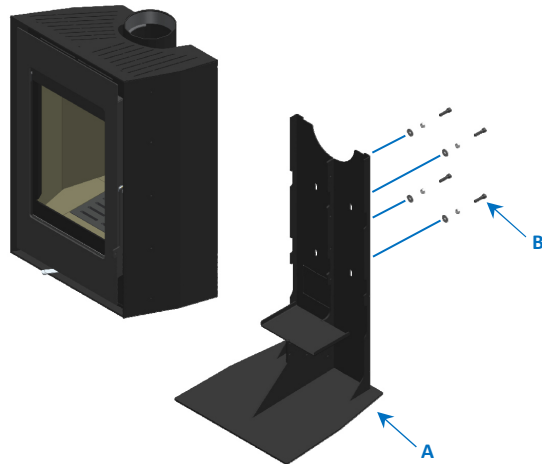
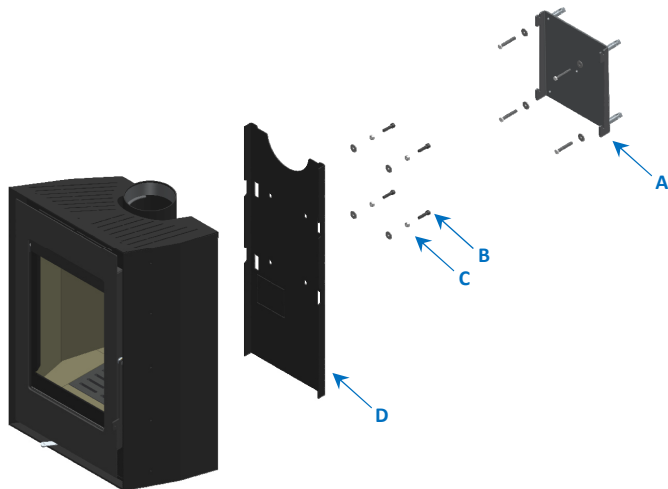

Figura 16 – Retirar suporte Tek Wall
Figura 17 – Instalar suporte parede
2. Instale o apoio de parede (A), Figura 17, utilizando as buchas metálicas fornecidas de acordo com a altura a que se pretende colocar a salamandra. Utilize o suporte de parede (D) como forma de verificar a correta posição;
3. De seguida deve substituir o suporte de chão, Figura 16 (A), pelo suporte de parede, Figura 17 (D), fornecido no kit adquirido, utilizando os mesmos parafusos e anilhas provenientes da operação anterior;